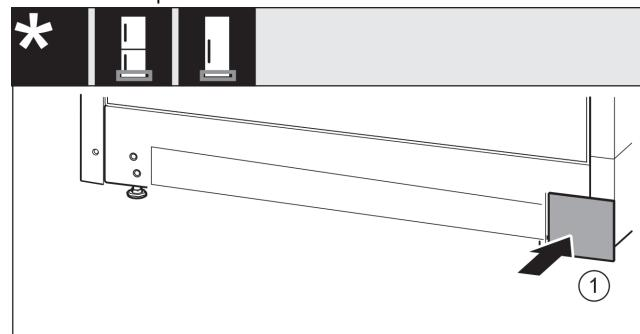

Fig. 19
- Sett dekselet *Fig. 19 (1)* tilbake på den andre siden.